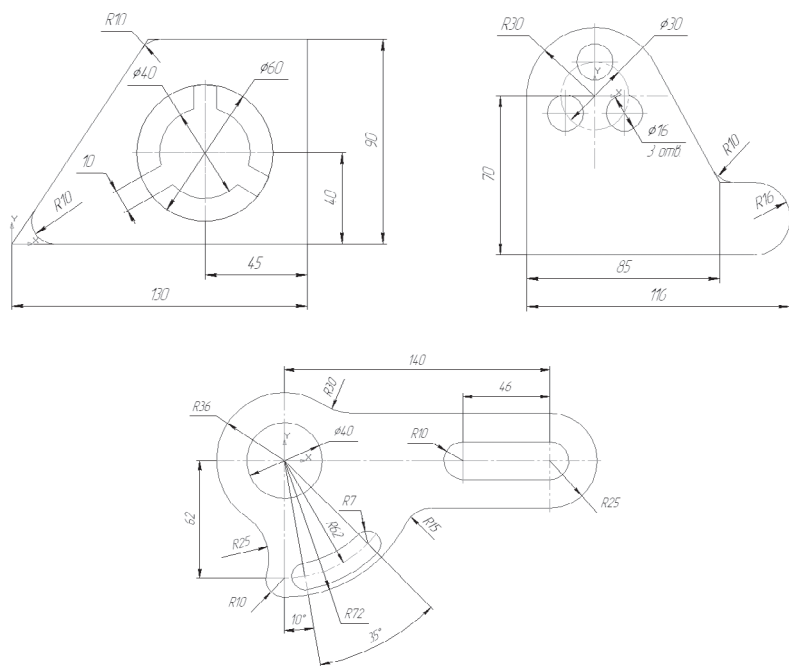

Рис. 104. Чертеж плоской детали с элементами сопряжения
1. Постройте чертеж плоской детали (рис. 104).